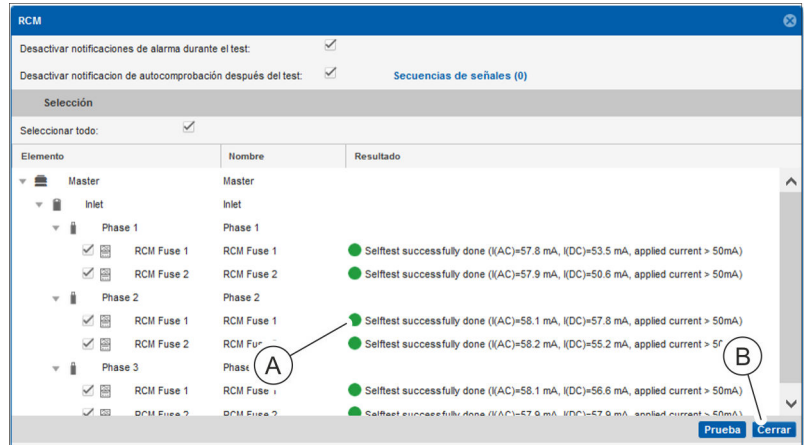

Fig. 109: Ventana "RCM"
7. Compruebe el resultado de la autocomprobación de RCM (Fig. 109/A).
8. Cierre la ventana "RCM" con el botón "Cerrar" (Fig. 109/B).